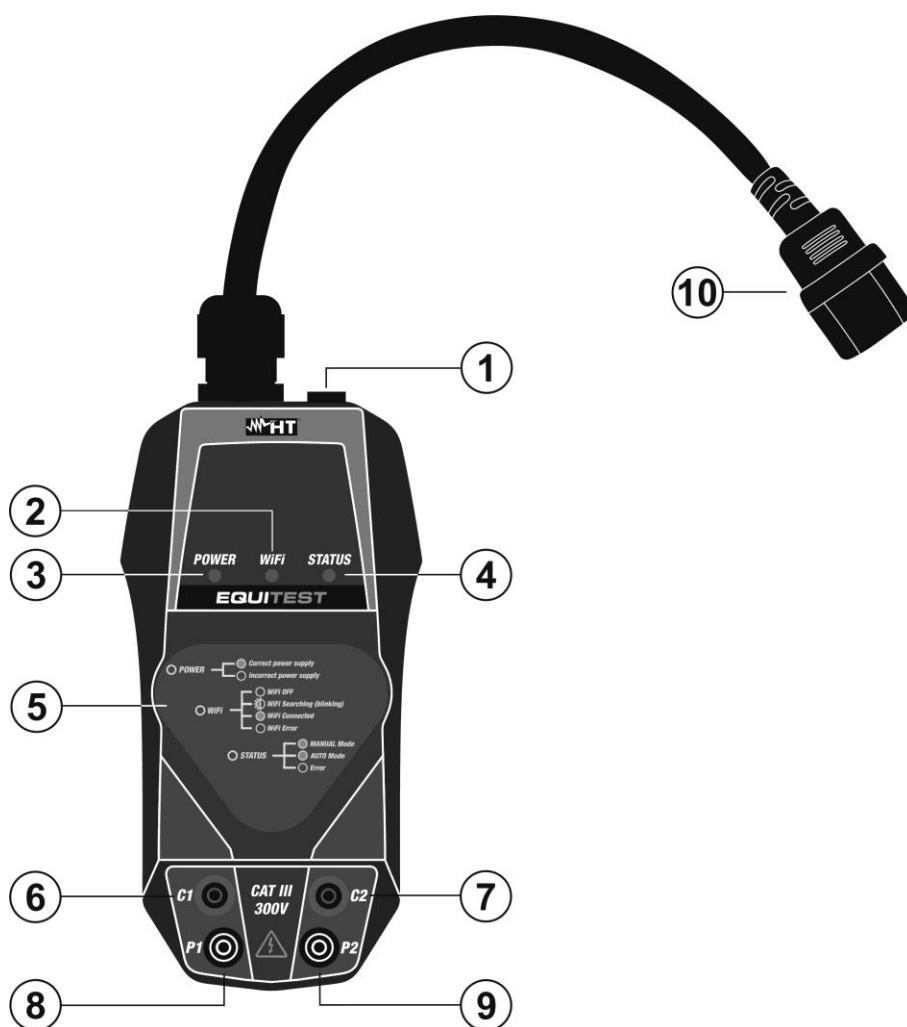
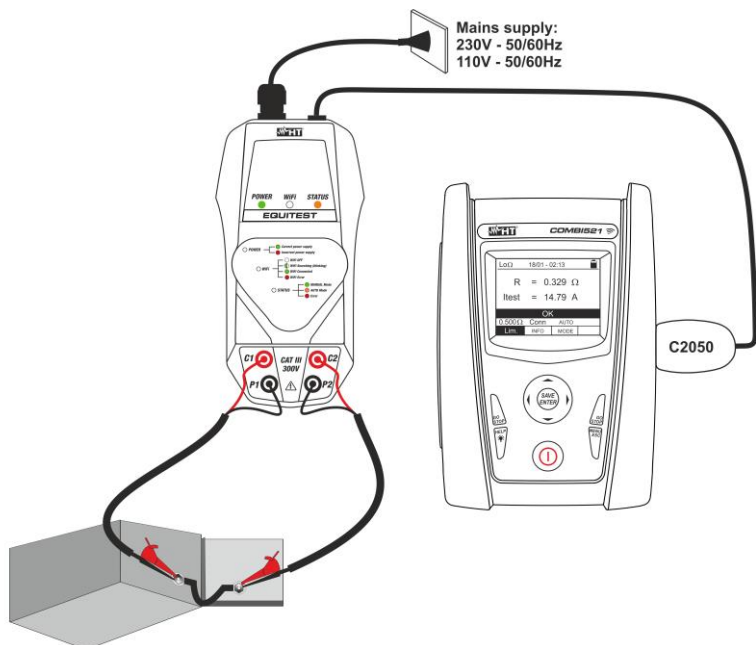

Fig. 1 Descrizione dello strumento
Fig. 3 Uso dello strumento con unità MASTER
- Collegare Lo strumento all'alimentazione tramite il cavo di rete fornito in dotazione (vedere Fig.1 – parte 10). Il LED **POWER** è acceso in colore **verde fisso** a identificare la corretta tensione di alimentazione, il LED **STATUS** è acceso in colore **verde fisso** a identificare il funzionamento **in modo Manuale** (vedere manuale d'uso dello strumento MASTER), il LED **WiFi** è acceso in colore **verde lampeggiante** a identificare che lo strumento sta cercando di eseguire (se disponibile) un collegamento WiFi con un dispositivo mobile esterno tramite APP **HT Equitest** (vedere § 5.2) e non ha alcuna funzionalità nel collegamento con lo strumento MASTER
- Collegare Lo strumento allo strumento MASTER (vedere Fig.3) tramite il cavo **C2050** fornito in dotazione (vedere Fig.1– parte 1)
- Collegare i due cavi neri del set di cavi **C7000** alle bocche di ingresso **P1** e **P2** e i due cavi rossi alle bocche di ingresso **C1** e **C2** (vedere Fig.3)
5. Collegare i terminali a coccodrillo del set di cavi **C7000** alle estremità dell'oggetto in prova (vedere Fig.3)
7. Con selezione del **modo Automatico** sullo strumento MASTER (misura attivata senza uso del tasto **GO/STOP**) verificare che il LED **STATUS** sia acceso in colore **arancio fisso** e collegare i terminali a coccodrillo alle estremità dell'oggetto in prova (vedere Fig. 3) per attivare automaticamente il test
- Collegare lo strumento all'alimentazione tramite il cavo di rete fornito in dotazione (vedere Fig.1 – parte 10). Il LED **POWER** è acceso in colore **verde fisso** a identificare la corretta tensione di alimentazione, il LED **STATUS** è acceso in colore **verde fisso** a identificare il funzionamento **in modo Manuale**